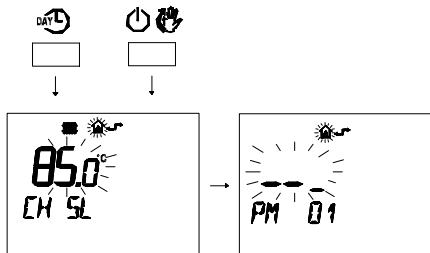

Figura 5.86
- Premere contemporaneamente i pulsanti DAY e  $\text{P}$  per entrare nella programmazione trasparente (Figura 5.86)